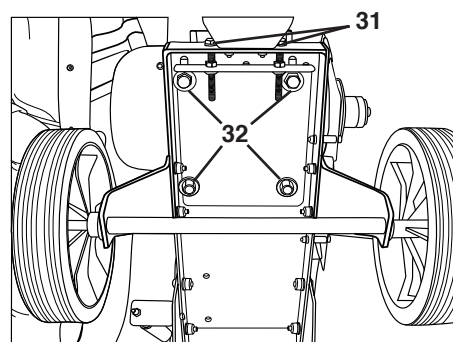

Figure 25
Pour retirer ou tendre la courroie, desserrer d'abord les quatre vis de fixation (32) (SW 13 ou SW 17) de l'embase du moteur (ne pas dévisser) (voir « Figure 25 »).
Pour tendre la courroie, tourner les vis de serrage (31) (SW 17) logés sur la plaque de base du moteur, contre l'embase du moteur (voir « Figure 25 et 26 »). Pour cela, desserrer le contre-écrou (SW 17).
Orienter le moteur pour qu'il soit parallèle au bord extérieur de la plaque de base du moteur et revisser les quatre vis de fixation (32) (SW 13 ou SW 17) du moteur (voir « Figure 25 et 26 »).